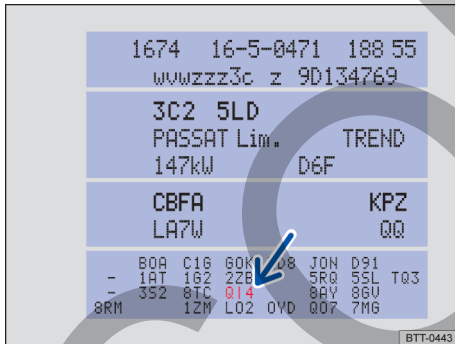

Fig. 186 Adhesivo portadatos del vehículo con el número PR del servicio correspondiente (representación esquemática).
- Consulte el número PR que figura en el adhesivo portadatos del vehículo → fig. 186 (flecha).